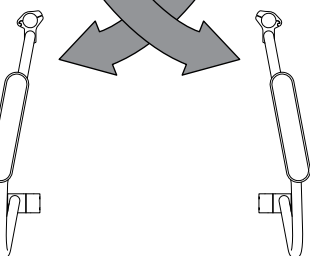

fig. 16
2. Den spejlvendte positionering giver mere plads til lårene (fig. 16).